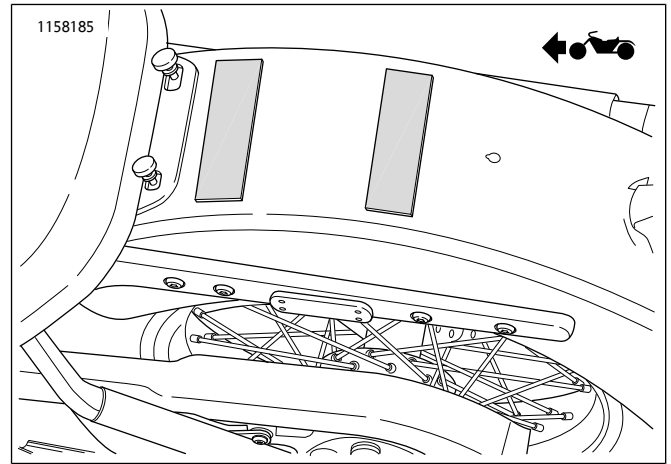

图1。防磨损胶带布置
1. 图1将防磨损胶带剪切为两段，然后修剪至后挡板的宽度并粘贴。